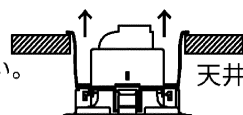

図5 器具取り付け
- ①取付ばね3ヶ所を内側へ押さえつけてください。
- ②本体を埋込穴に挿入してください。(図5)
- ③本体をまっすぐにゆっくりと押し上げ、確実に取り付けてください。